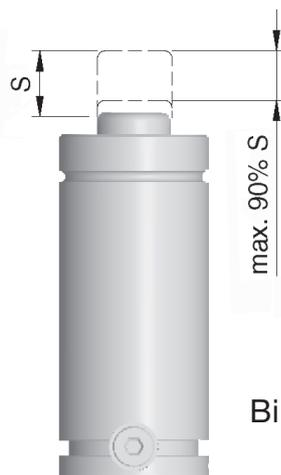

Bild 1
Der Arbeitshub wird während der Anwendung dank eines mechanischen Anschlags ohne Veränderung beibehalten. Alle STRACK Gasdruckfedern können den nominellen Hub (S) fahren, da alle Modelle eine Hubreserve besitzen. Jedoch ist es zu empfehlen, mit einem optimalen Sicherheitslevel zu konstruieren, um eine optimale Lebensdauer zu erreichen. Wir raten daher eine 10 % Hubreserve vorzusehen. (Bild 1)